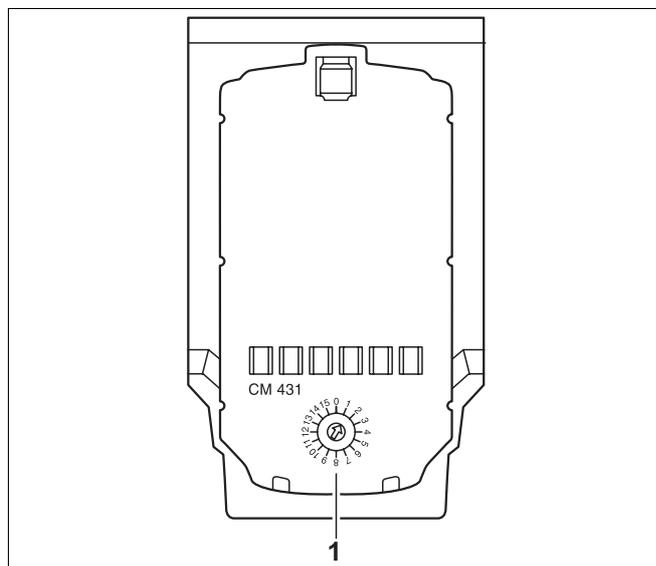

Fig. 3 Réglage de l'adresse CM 431
Sur l'appareil de régulation Logamatic 4313, le réglage de l'adresse (fig. 3, pos. 1) se fait sur le module CM 431 (situé derrière l'unité MEC 2).
- Vous pouvez régler l'adresse de l'appareil de régulation à l'aide d'un tourne-vis (fig. 3).